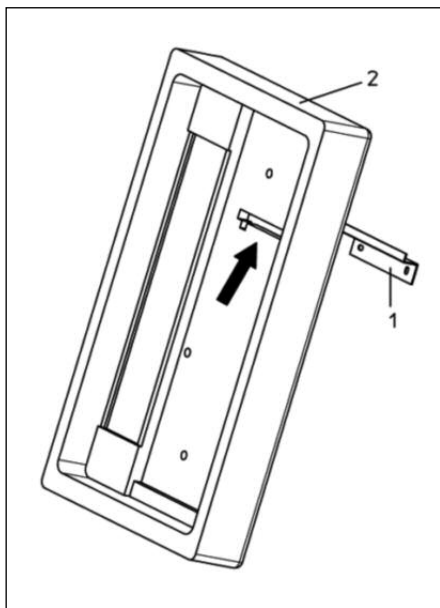

Fig. 11: Guscio isolante posteriore, supporto angolare da parete
3. Fissare il supporto angolare da parete in dotazione (1) al guscio isolante posteriore (2) (freccia) dal retro e spingere fino a quando si avverte uno scatto.
11. Scegliere quattro fori (freccie fig. 11) per il fissaggio del gruppo assemblato e marcarli sul muro.
14. Appendere il gruppo assemblato (3) sul supporto angolare da parete e fissarlo al muro utilizzando le viti M 8 x 100 e le rondelle fornite in dotazione.